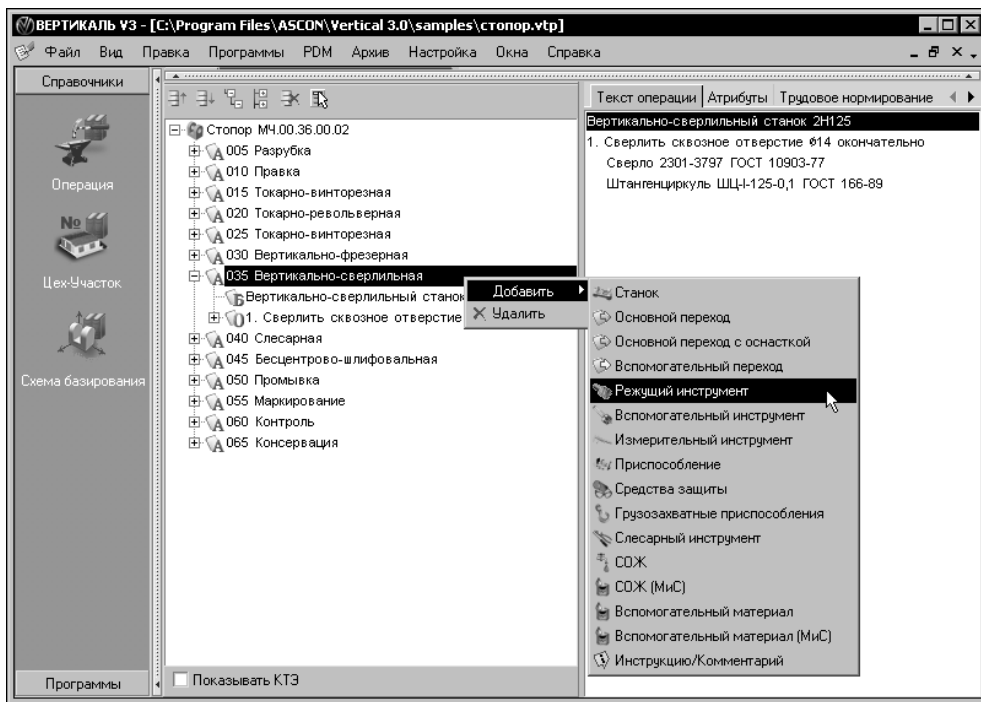

Рис. 9.10. Добавление данных о режущем инструменте в дерево ТП
2. В контекстном меню (рис. 9.10) выберите пункты **Добавить — Режущий инструмент**.
2. В контекстном меню (см. рис. 9.10) выберите пункт **Добавить — Основной переход с оснасткой**.